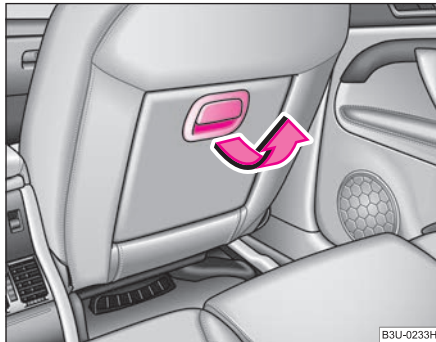

Fig. 59 Scaunul pasagerului din dreapta: partea centrală a spătarului rabatabilă
- Trageți maneta în sensul indicat de săgeată ⇒ fig. 59 și rabatați partea centrală a spătarului, în jos.